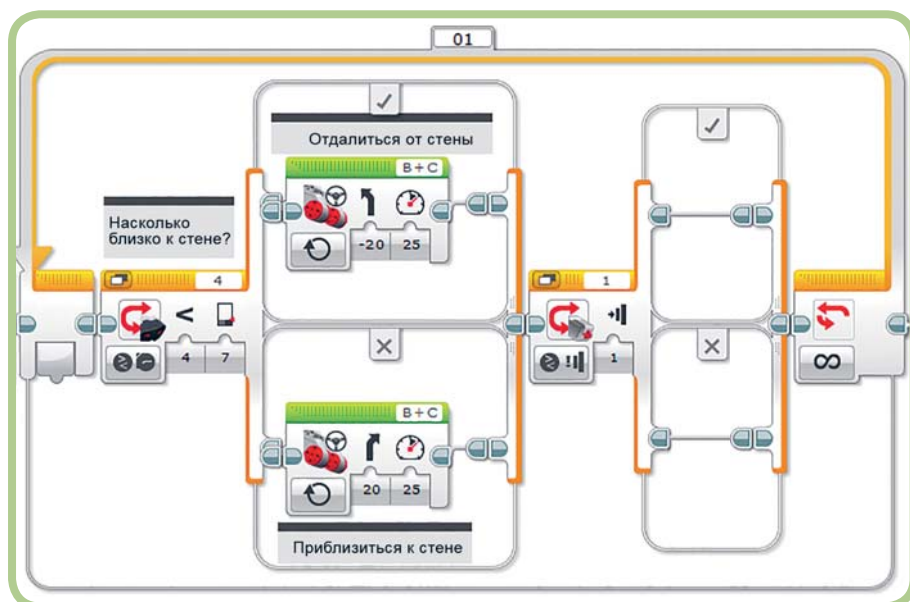

Рис. 7.13. Добавление еще одного блока **Переключатель** (Switch)
15. Перетащи блок **Переключатель** (Switch) в блок **Цикл** (Loop) и помести его справа от существующего блока **Переключатель** (Switch). Программа должна выглядеть, как показано на рис. 7.13. Установи параметры по умолчанию: режим **Датчик касания** (Touch Sensor) ⇒ **Сравнение** (Compare) ⇒ **Состояние** (State). Блоки в верхнем случае блока **Переключатель** (Switch) будут выполнены, если робот врежется в стену, что приведет к нажатию кнопки датчика касания.